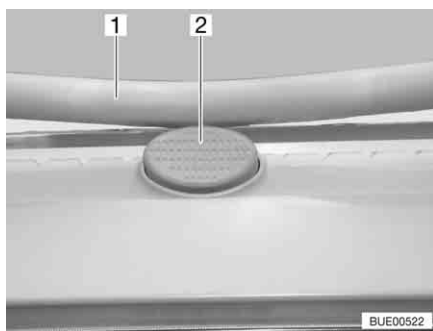

Bild 67 Låsknapp på Heki-takluckan
- Tryck på låsknappen (Bild 67,2) och dra ner bygeln (Bild 67,1) med båda händerna.
- Tryck bygeln uppåt med båda händerna tills bygeln ligger ovanför låsknappen (Bild 67,2).